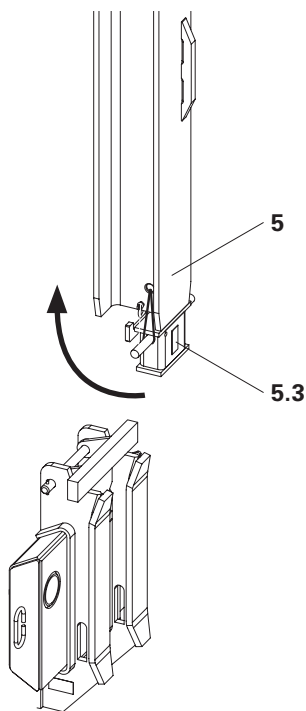

Fig. 42
1. Piegarlo il distanziatore (5.3) verso l'alto. (Fig. 42)